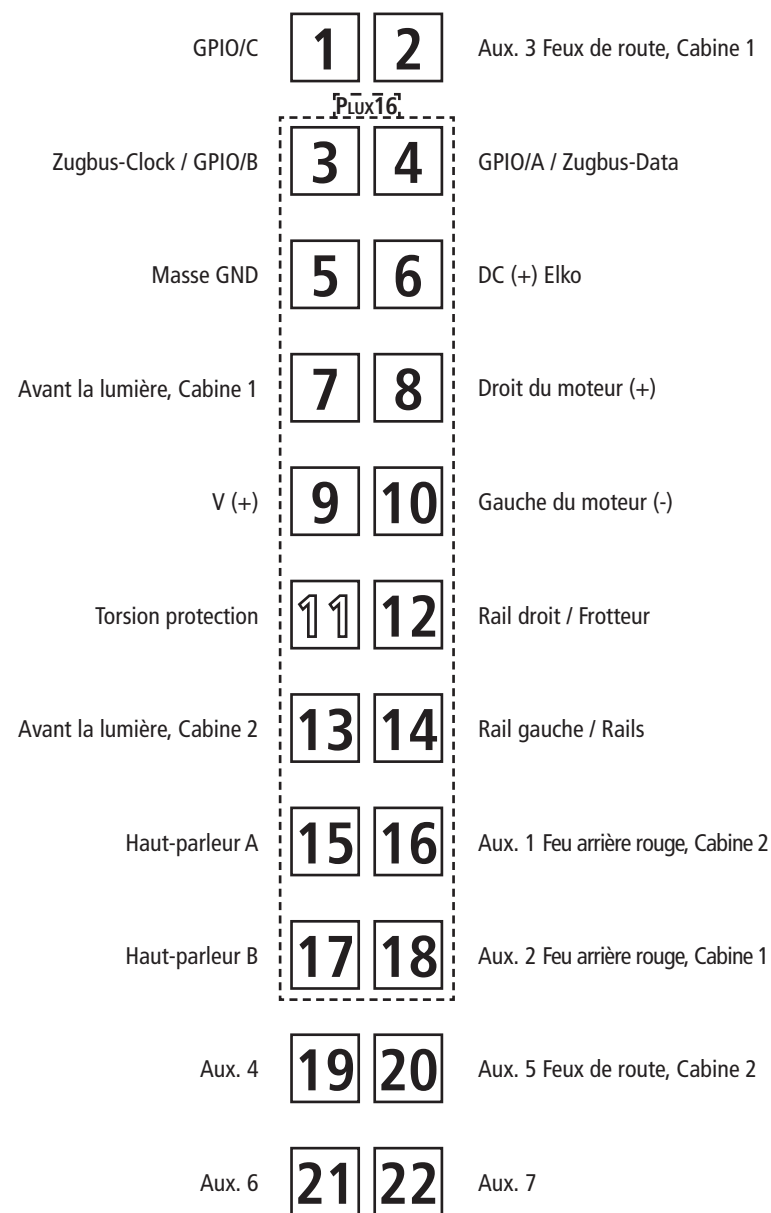

Fig. 6
**Mehrzugbetrieb:** Zuerst Lokgehäuse abnehmen (Fig. 4). Danach den Brückenstecker aus der Schnittstelle entfernen (diesen sorgsam aufbewahren). Danach den Stecker des Steuerbausteins lagerichtig einsetzen (siehe Fig. 6).
Remove the jumper from the interface. Finally put the plug of the chip into the interface as shown in fig. 6.
**1. Nettoyage des lames de courant aux roues:** Les lames de contacts risquent de s'encrasser rapidement sur des voies poussiéreuses. Veuillez **enlever la poussière** aux endroits marqués à la fig. 6 à l'aide d'un petit pinceau souple.
Enlevez la fiche de shuntage de l'interface (à conserver!) et enfichez finalement la fiche du module de télécommande aux prises de l'interface. Veillez à la position correcte de la fiche (voir fig. 6).